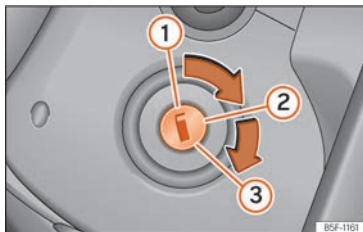

Abb. 82 Zündschloss
- Drehen Sie den Zündschlüssel in Stellung >>> **(Abb. 82) ②**.
- Drehen Sie den Zündschlüssel weiter in die Stellung >>> **(Abb. 82) ③** ohne Gas zu geben.
- Wenn der Motor anspringt, Zündschlüssel loslassen. Beim Loslassen geht der Fahrzeugschlüssel in die Position **②** zurück.
- Fahrzeuge mit Zündschloss: Drehen Sie den Zündschlüssel in Stellung >>> (Abb. 82) ①.
- Fahrzeuge mit Starterknopf: Starterknopf kurz drücken >>> (Abb. 82).